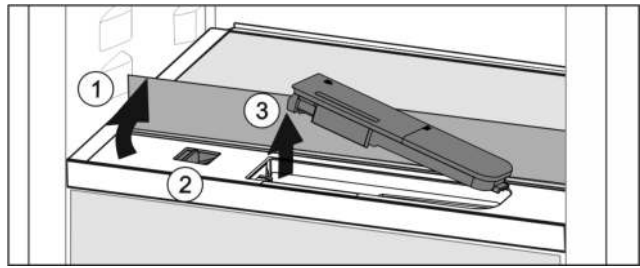

Fig. 84
- ▶ Glasplatte anheben und bis zum Anschlag nach hinten klappen Fig. 84 (1).
- ▶ Schieber Fig. 84 (2) nach links schieben.
- ▶ Wassertank entnehmen Fig. 84 (3).